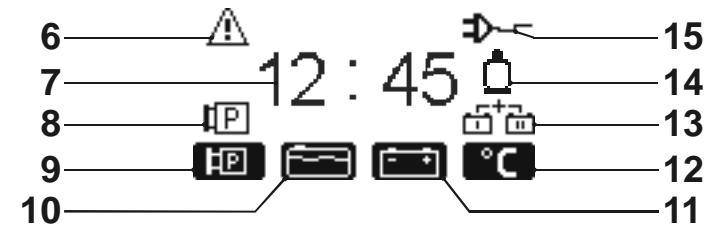

Bild 2: Standby-Maske
Durch Drücken des mit der Tastenfunktionsanzeige Setup beenden (20) markierten Tasters (5) werden die Einstellungen gespeichert und die Standby-Maske (Bild 2) aufgerufen.
- 25 Tastenfunktionsanzeige Füllstandsanzeige verlassen. Durch Drücken des mit diesem Symbol markierten Tasters (5) kann die Füllstandsanzeige vor Ablauf der 10 Sekunden beendet und die Standby-Maske (Bild 2) aufgerufen werden.